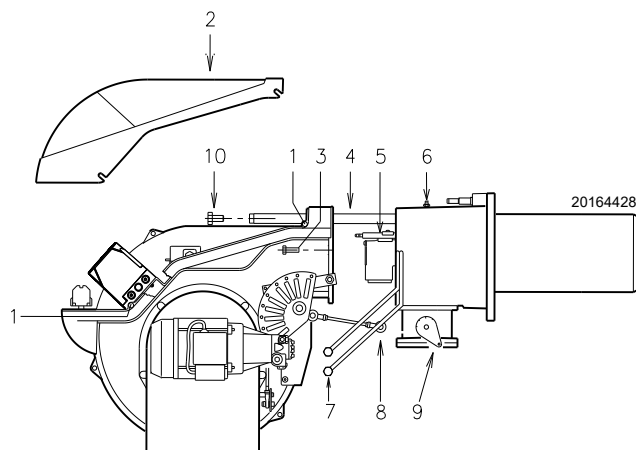

Fig. 45
- Desserrer les vis 1)(Fig. 45) et enlever le capot 2)(Fig. 45)
- Débrancher les tuyaux du fioul 7).(Fig. 45).
- Décrocher la rotule 8)(Fig. 45) du secteur gradué 9)(Fig. 45).
- Retirer les vis 10)(Fig. 45) des deux glissières 4)(Fig. 45).
- Démontier les deux rallonges des glissières 4)(Fig. 45).
- Remonter les vis 10)(Fig. 45) sur les rallonges.
- Retirer les vis 3)(Fig. 45) et faire reculer le brûleur sur les glissières 4) (Fig. 45) d'environ 100 mm.
On peut alors extraire la partie interne 5)(Fig. 45) après en avoir retiré la vis 6)(Fig. 45).
- Remettre le vis 3)(Fig. 45) et tirer délicatement vers l'extérieur les câbles de sonde et d'électrode, jusqu'à les mettre légèrement sous tension.
- Raccrocher la rotule 8)(Fig. 45) au secteur gradué 9)(Fig. 45).
- Rebrancher les tuyaux du fioul 7)(Fig. 45).
- Démontier les deux rallonges des glissières 4)(Fig. 45) et les replacer dans leur position d'origine.